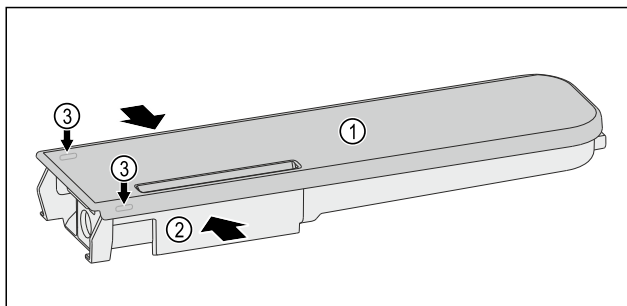

Fig. 123
- Stlačte nádrž na vodu Fig. 123 (2) k sobě a víko Fig. 123 (1) opatrně vypáče přes západky Fig. 123 (3) a vytáhněte nahoru.
- Víkem Fig. 123 (1) pohybujte lehce tam a zpět a sejměte jej nahoru.